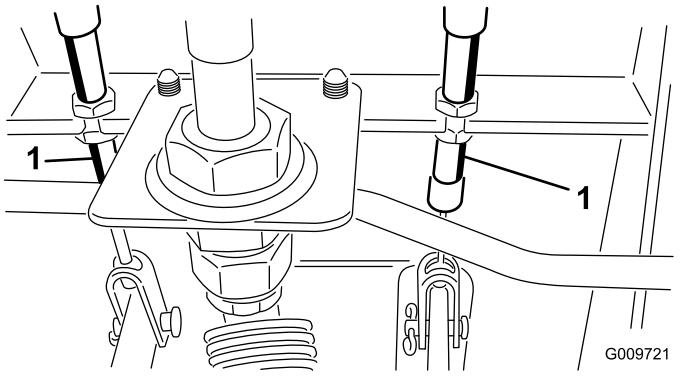

Figure 112
- A. Desserrez l'écrou avant sur l'extrémité filetée du câble de frein (Figure 112).